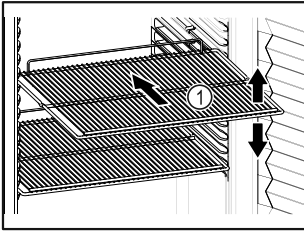

Fig. 56
- Nëse raftet me rrjetë Fig. 56 (1) mund të zhvendosen, atëherë përshtatini sipas lartësisë.